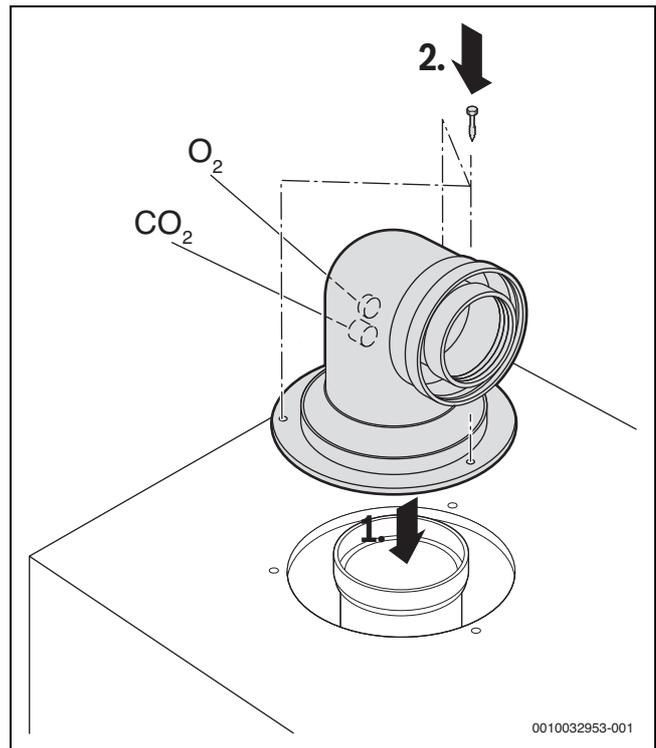

Fig. 29 Insérer les accessoires de fumisterie et fixer avec trois vis.
- ▶ Raccordement des accessoires de fumisterie (→ fig. 29).